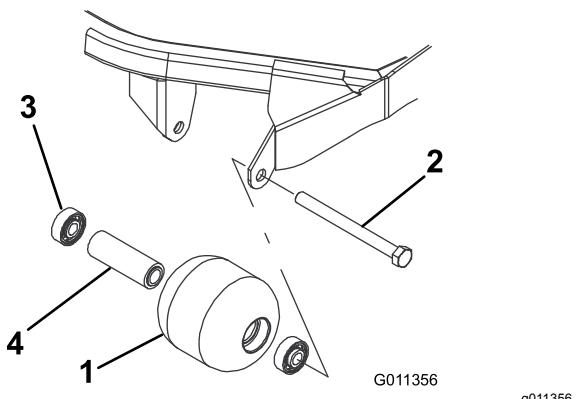

Bild 73
1. Entfernen Sie die Rollenbefestigungsschraube (Bild 73).
4. Prüfen Sie das Rollengehäuse, die Lager und das Distanzstück auf Beschädigungen (Bild 73). Tauschen Sie beschädigte Teile aus und bauen Sie alles wieder zusammen.
1. Drücken Sie das erste Lager in das Rollengehäuse (Bild 73). Drücken Sie dabei nur auf den äußeren Ring oder gleichmäßig auf die inneren und äußeren Ringe.
2. Setzen Sie ein Distanzstück ein (Bild 73).
3. Drücken Sie das zweite Lager in das Rollengehäuse (Bild 73). Pressen Sie dabei gleichmäßig auf den inneren und den äußeren Ring, bis der innere Ring das Distanzstück berührt.